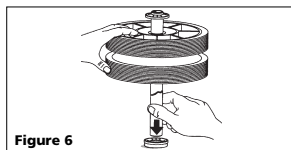

Figure 6
5. Fixer la bague opposée pareillement (Figure 6).